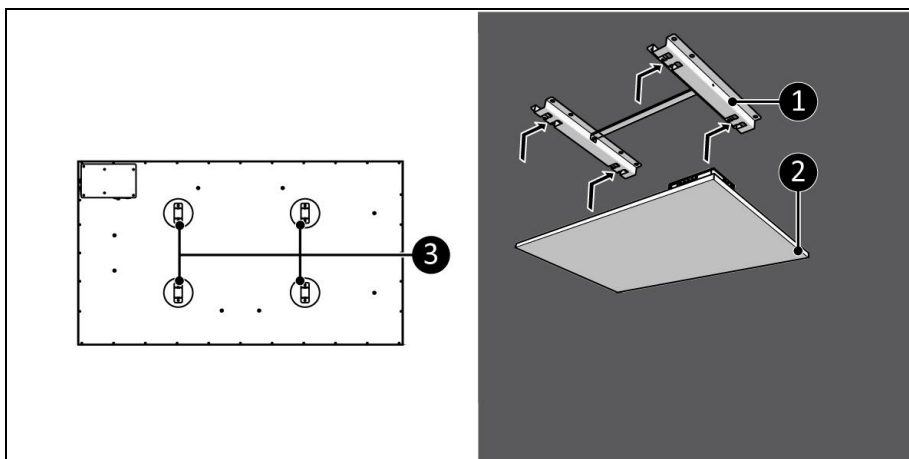

Abbildung 14
8. Platzieren Sie die Gerätehalterungen (Abbildung 14, Pos. 3) über die Deckenhalterung (Abbildung 14, Pos. 1).
9. Lassen Sie das Gerät (Abbildung 14, Pos. 2) in die Öffnungen der Deckenhalterung gleiten (Abbildung 14, Pos. 1).